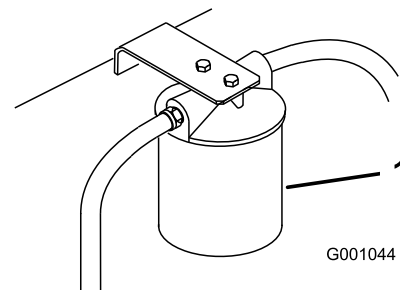

Figura 66
3. Coloque un recipiente bajo el filtro, retire el filtro usado y limpie con un paño la superficie de la junta del adaptador del filtro (Figura 66).